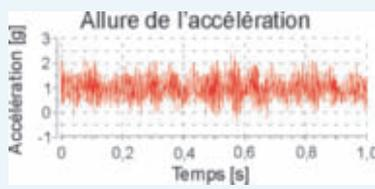

Fig. 2 : Exemple d'enregistrement de l'allure d'une oscillation
Les accélérations sont généralement mesurées dans le sens de la force principale (verticalement) ; il est cependant possible d'effectuer la mesure dans les trois sens s'il y a une raison particulière à cela. L'exemple de la Fig. 2 montre l'enregistrement de l'allure de l'accélération mesurée dans le sens vertical.
*Analyse des valeurs enregistrées* : L'« allure de l'oscillation » enregistrée (fonction temps de la grandeur à mesurer choisie, p.ex. de l'accélération/ Fig. 2) est soumise à une « transformation de Fourier » (dé-